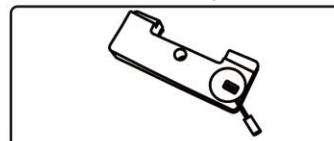
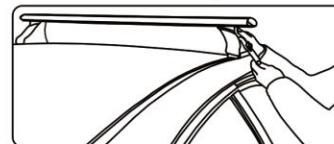

рис. 18
рис. 19
1.3.2 Предварительно установите дугу с опорами на крышу вашего автомобиля в соответствии с информацией на подушках (рис. 18). Определите место установки опор относительно центра крыши автомобиля (*1) (см. информацию в таблице сборки) (рис. 19).